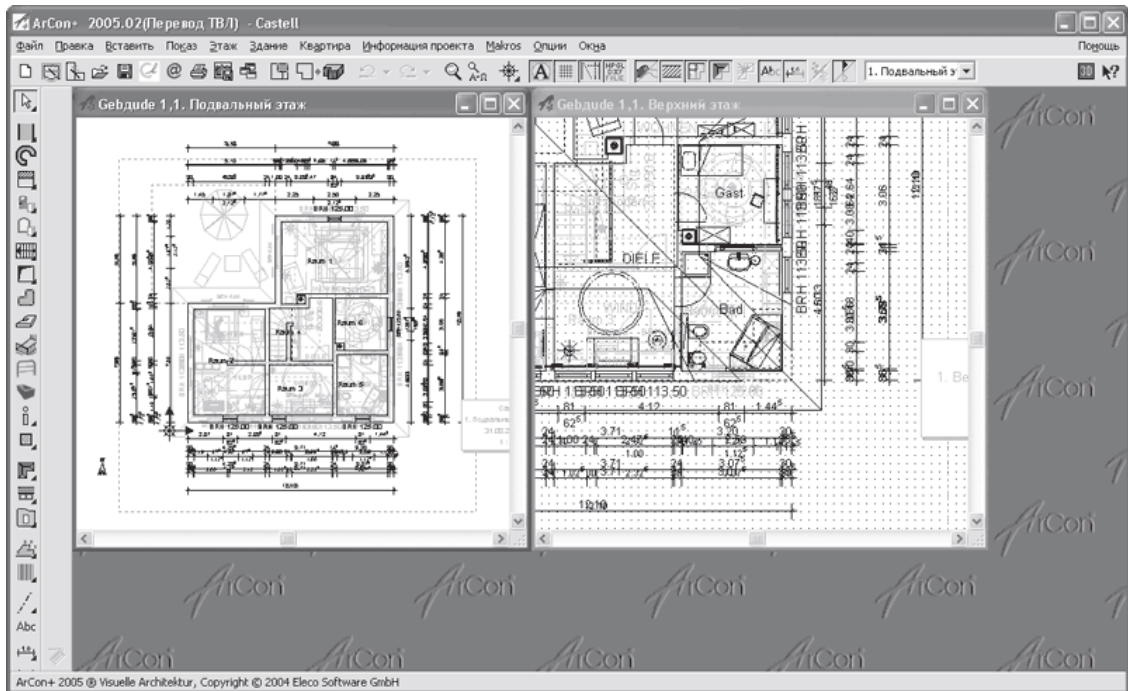

Рис. 1.5. Дополнительное окно представления данных проекта
– нажатие этой кнопки приводит к появлению нового окна с представлением текущего проекта (рис. 1.5). Данная функция позволяет вести редактирование проекта сразу в нескольких окнах, отображая в них разные части плана, разные этажи зданий и т. п. Вы можете создавать произвольное количество таких дополнительных окон и как угодно размещать их в пре-